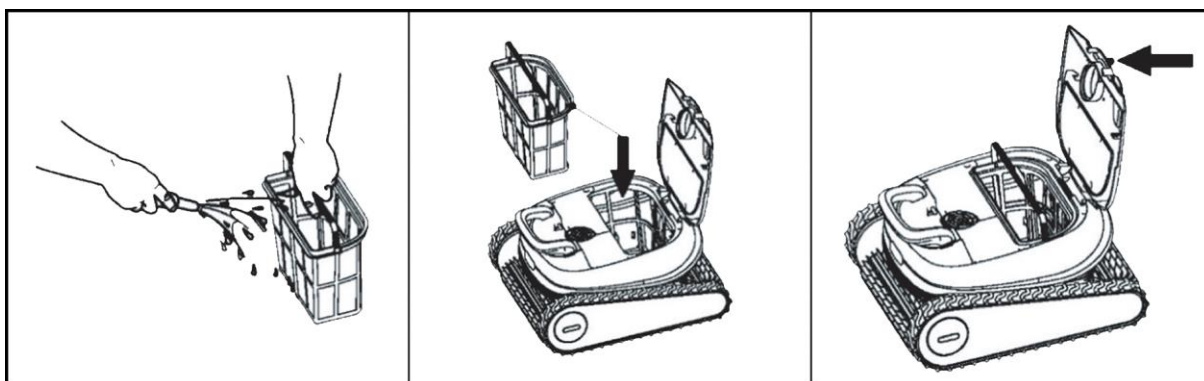

Fig. 6
- Éliminer toutes les impuretés et l'eau présentes à l'intérieur du robot de piscine (Fig. 6).